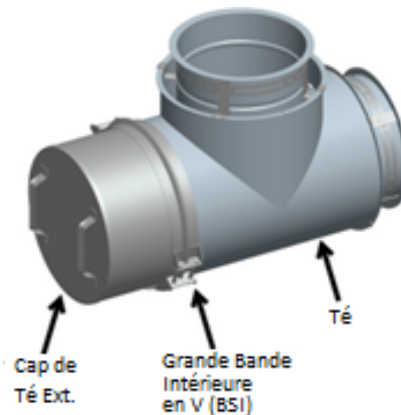

Figure 22: Étape 3-4 pour l'installation du TC
**Étape 4** - Fixez avec la plus grande bande en V (BSI) en serrant la vis de retenue. Voir figure 22.